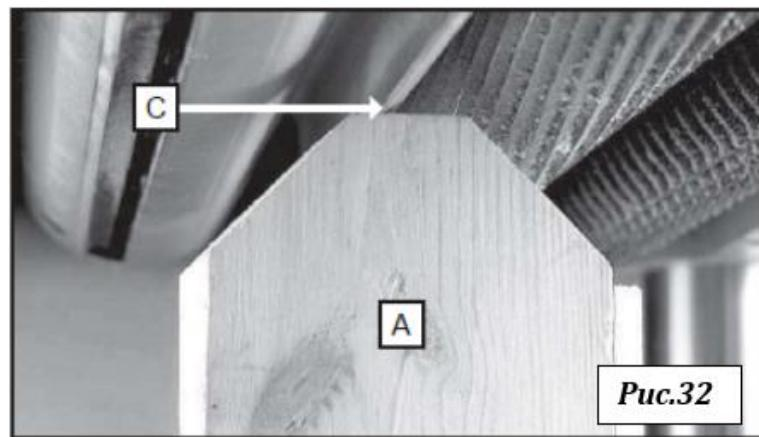

Рис.32
3. Установить калибр (A), рис. 31, без щупа под один конец стружколомателя (C), рис. 32. Низ стружколомателя (C) должен касаться верха калибра.